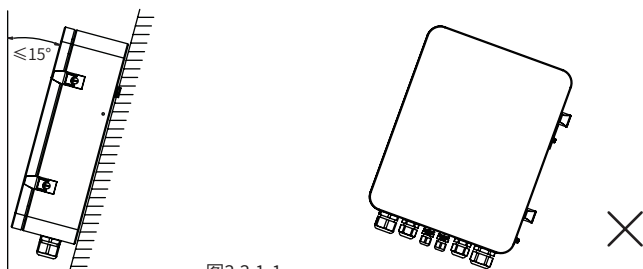

图3.3.1-1
- 竖直安装或向后倾斜不超过15°，不得侧向倾斜，接线区应朝下，如图3.3.1-1所示。
- 为保证散热良好、拆卸方便，SEC1000周边最小间隙不得小于以下数值，如图3.3.1-2所示。